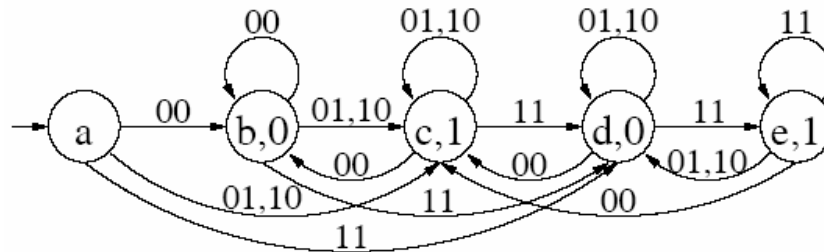

Bild 6.1: Zustandsdiagramm eines Automaten
In Bild 6.1 ist das Zustandsdiagramm eines endlichen Automaten abgebildet.
a) Füllen sie die freien Felder der Tabelle 6.1 entsprechend den Vorgaben aus Bild 6.1 aus!
b) Welcher Automatentyp ist in Bild 6.1 dargestellt? (Begründung!)